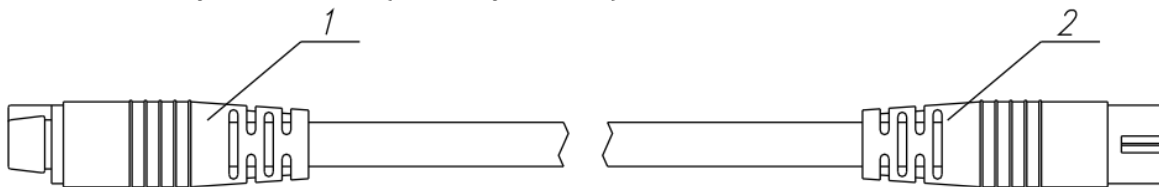

Рисунок 3.5 – Кабель-удлинитель для измерительного преобразователя
Преобразователь, Рисунок 3.4, можно подключить к измерительному блоку с помощью кабеля-удлинителя (см. Рисунок 3.5).
- 4.3** Подключить измерительный преобразователь температуры и влажности к измерителю (при комплектации) напрямую или соединительным кабелем (см. Рисунок 3.5).